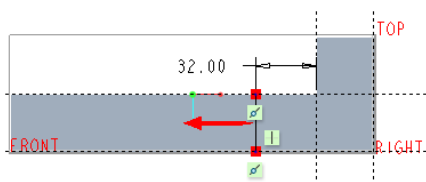

图 1-212 指明在图元的哪一侧创建特征
(7) 利用图 1-211 所示的“折弯侧”菜单定义要创建折弯的折弯线侧, 本例要求的折弯线侧(箭头朝向)如图 1-212 所示, 然后单击“确定”按钮。